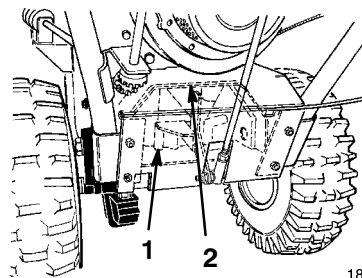

Figure 33
6. Desserrez les quatre boulons à tête à embase (deux de chaque côté) qui fixent le bâti de la transmission au bâti du moteur (Fig. 33 et 34).